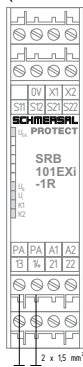

Fig. 2
**Collegamento equipotenziale: collegamento dei morsetti PA (vedere Fig. 2)**